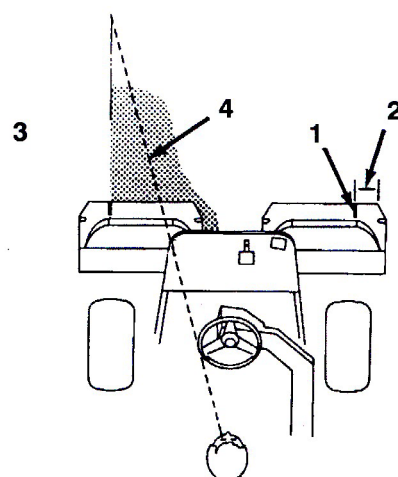

図39
3. 行くと帰りでのオーバーラップができるだけ小さくなるように運転します。隣の列との距離を一定に保って直進するには、本機の前方向約 6~10 ft. (1.8 ~ 3 m) を視野に捕らえておくのがポイントです (図39)。ハンドルを目印にして距離を合わせても良いでしょう。その場合、ハンドルの縁と本機前方の目標ラインとを重ねて見ながら運転します。